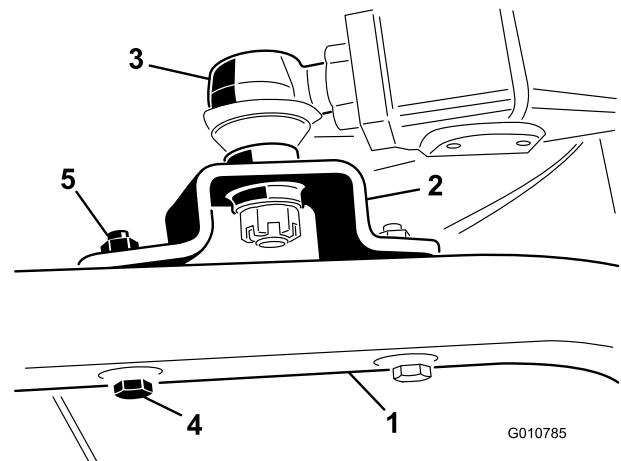

Figura 6
- Prenda as montagens da rótula esférica em cada roda giratória com 2 parafusos (7/16 x 3 pol.) e porcas de flange (7/16 pol.) (Figura 6).
- Aperte a grande porca que prende a rótula esférica ao braço de elevação (Figura 6).